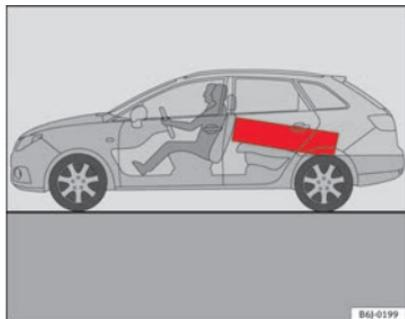

Fig. 96 Os objectos pesados devem ser transportados o mais à frente possível.
- Os objectos pesados devem transportar-se o mais à frente possível ⇒ Fig. 96.